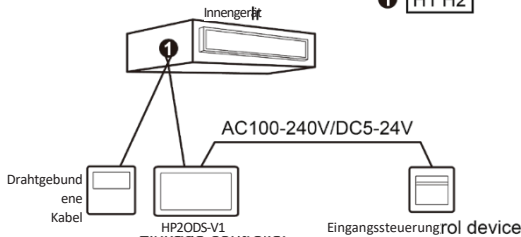

Abb. 5.13 Anschlussvariante 2 für die kabelgebundene Steuerung und die Eingangssteuerung
- ② Das HP2ODS-V1 in Abbildung 5.13 muss als HBS-Slave-Gerät definiert werden.
- (3) Stromeingang des vom HP2ODS-V1 unterstützten Ein- und Ausgabegeräts für die Eingangskontrollkarte: AC 100–240 V~50/60 Hz, DC 5–24 V. Schließen Sie in der Praxis das Ausgangsstromkabel der Eingangskontrolle an die entsprechende Stromversorgungsschnittstelle des HP2ODS-V1 an, je nach Art der Ausgangsleistung des Eingangskontrollgeräts (